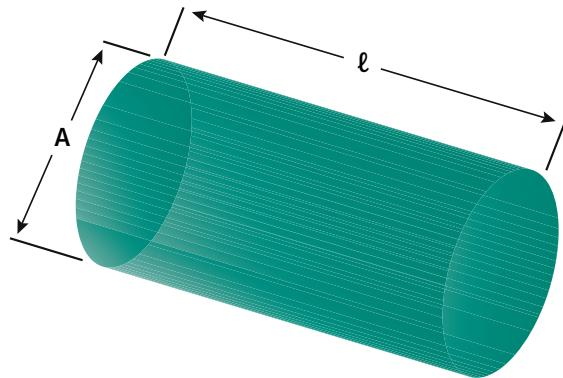

Figura 2.6: Medidas do condutor
Quando dizemos que um material, como o ouro, possui uma resistividade de $2,45 \cdot 10^{-8} \Omega \cdot \text{m}$, significa dizer que uma barra de ouro com 1 m de comprimento (ℓ) e 1 m^2 de área de secção reta transversal (A) tem uma resistência de $2,45 \cdot 10^{-8} \Omega \cdot \text{m}$ (Figura 2.6).